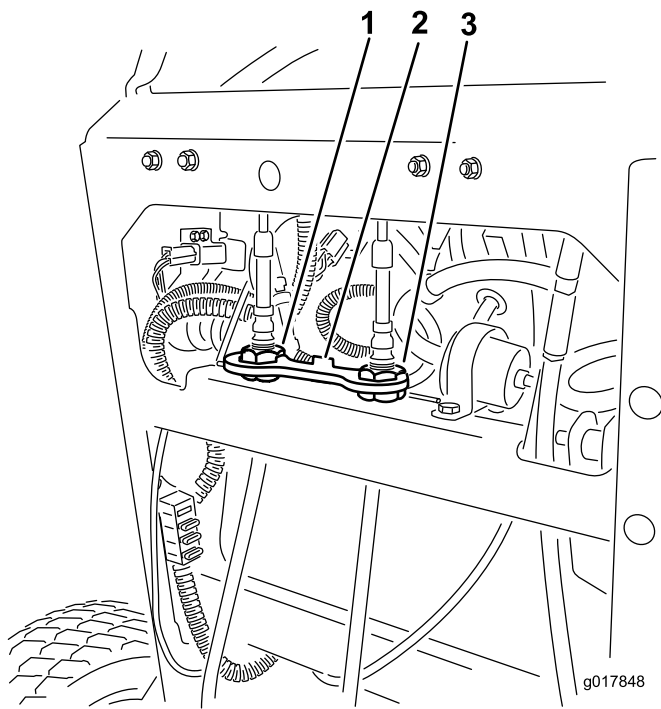

図 72
6. ケーブルロックを調整ナットに取り付けて、調整を固定する 図 72。